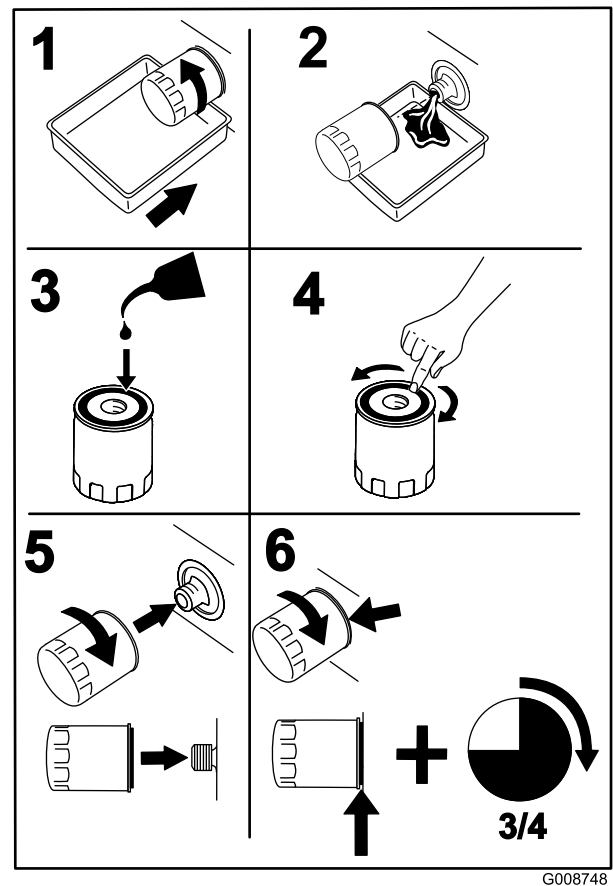

Figure 32
2. Remplacez le filtre à huile moteur (Figure 32).